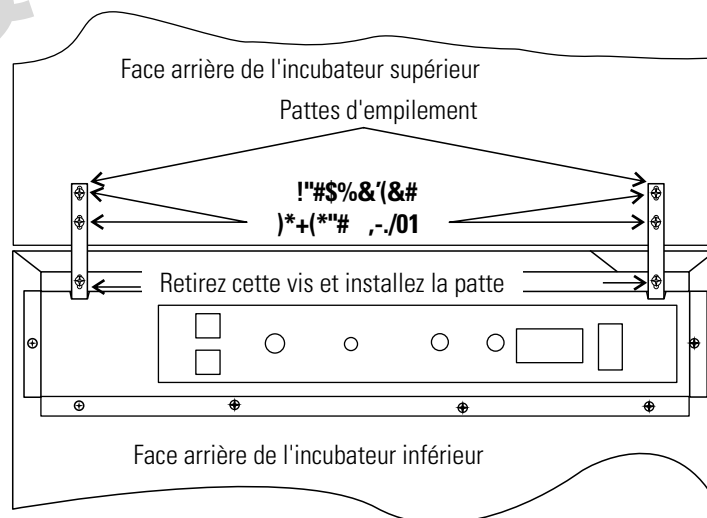

Figure 1-6. Deux vis de l'arrière du logement du panneau de commande
6. Retirez et mettez de côté les deux vis situées à l'arrière du logement du panneau de commande de l'unité du bas, identifiées sur la figure 1-6.
7. Introduisez les pattes d'empilement dans les fentes à l'arrière du logement du panneau de commande de l'unité du bas comme indiqué Figure 1-6. Alignez les fentes avec les pattes sur les trous de montage de l'arrière des incubateurs. Fixez les pattes avec les vis mises de côté et les boulons 1/4-20 fournies dans le kit d'empilement. Une clé ou une douille de 11 mm est nécessaire pour serrer les boulons.